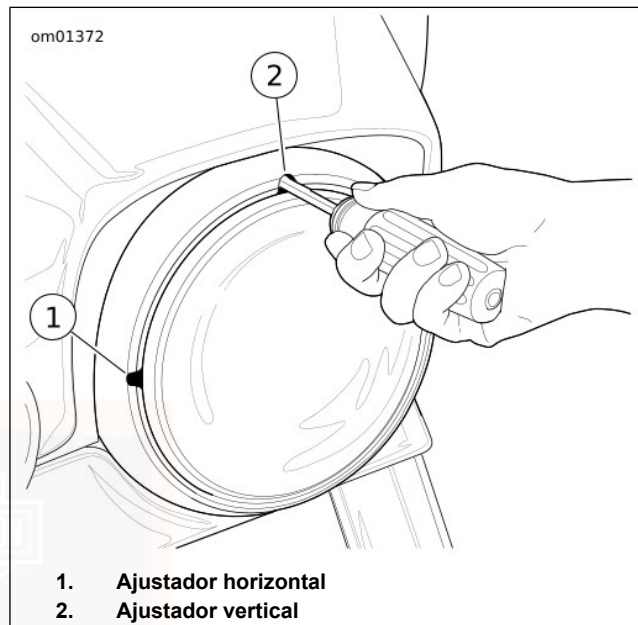

Figura 67. Ajustadores del faro delantero (típicos)
1. Vea Figura 67. Inserte el destornillador a través de las ranuras de ajuste en el anillo decorativo.